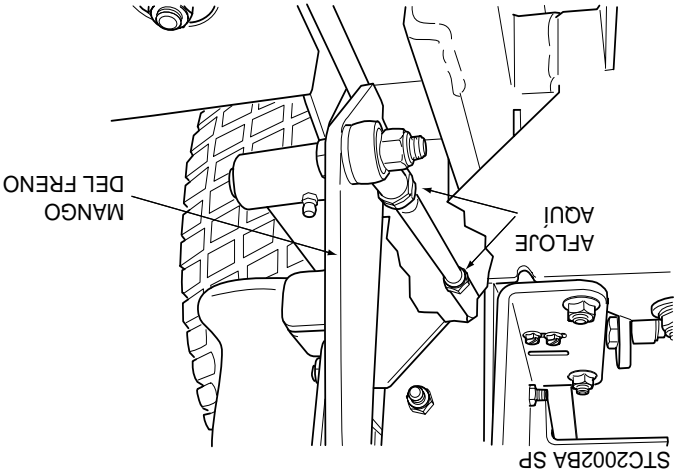

Figura 6-1. Ajuste de freno
4. Gire el perno en el fondo de la palanca del accionador de freno hasta que se alcance la medida de 1/8" y apriete la contratuercas en la horquilla con ojales en la varilla del accionador de freno. (Vea la Figura 6-2). Si la medida de 1/8" no puede alcanzarse ajustando la varilla del accionador de freno, ajuste la varilla de control del freno. Realice el ajuste aflojando la contratuercas en ambos extremos de la varilla de control del freno y girando la varilla hasta alcanzar la distancia apropiada. (Vea la Figura 6-1).